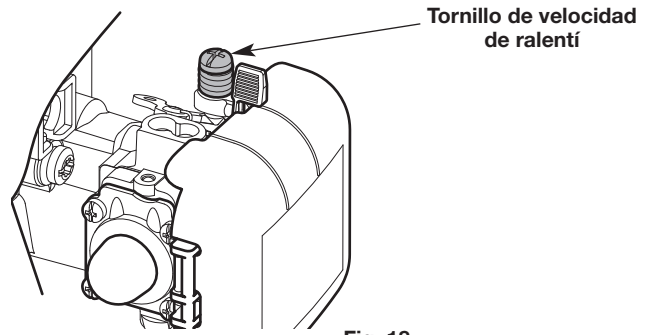

Fig. 18
- Si el motor se para, aumente la velocidad de ralentí. Use un destornillador Phillips pequeño para girar el tornillo de velocidad de ralentí en el sentido de las agujas del reloj, 1/8 de giro cada vez hasta que el motor funciona al ralentí de manera uniforme (Fig. 18).